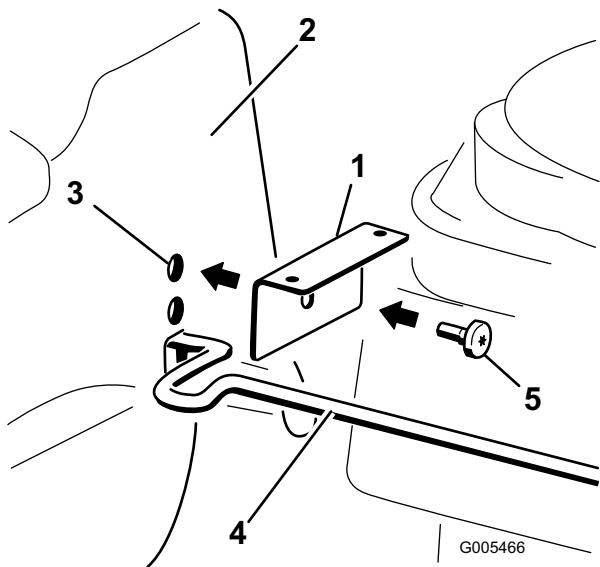

Figure 4
3. Posez un support à l'extérieur du trou supérieur du carénage, comme illustré à la Figure 4.